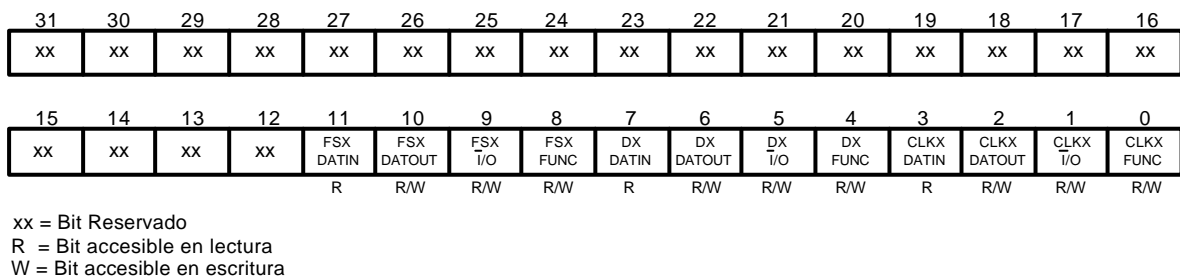

Figura 4.12. Registro de control de los pines FSX, DX y CLKX del periférico puerto serie del DSP.
- **Registro de control de FSX, DX y CLKX.** Ubicado en la posición 808042H (Puerto Serie0) y en la posición 808052H (Puerto Serie1). Controla las funciones de las líneas de entrada/salida asociadas a la parte de transmisión del puerto serie. En la figura 4.12 se muestra el registro de control de las líneas *FSX*, *DX* y *CLKX* y en la tabla 4-3 se muestran las funciones de cada bandera o bit de dicho registro.